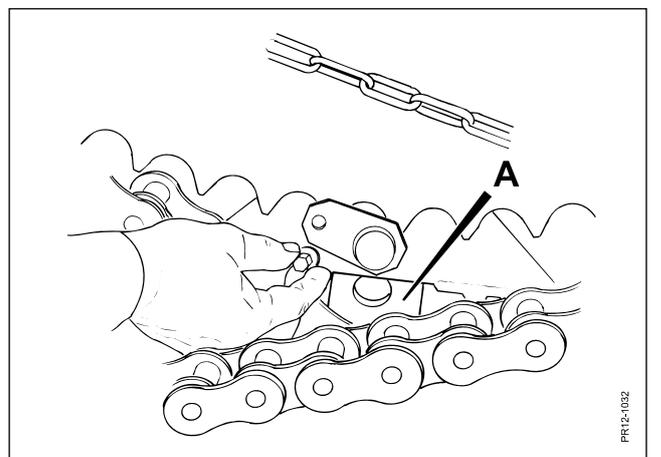

Fig. 4.14
- Fig. 4.14** Relever le châssis avec la béquille hydraulique afin que le trou dans le support de longueur fixe A se trouve à l'extérieur du point d'attache supérieur de la caisse. Mettre la cheville dans le trou et la fixer avec le boulon. Ce positionnement engendre une hauteur d'anneau d'attelage d'environ 95 cm et une caisse horizontale.